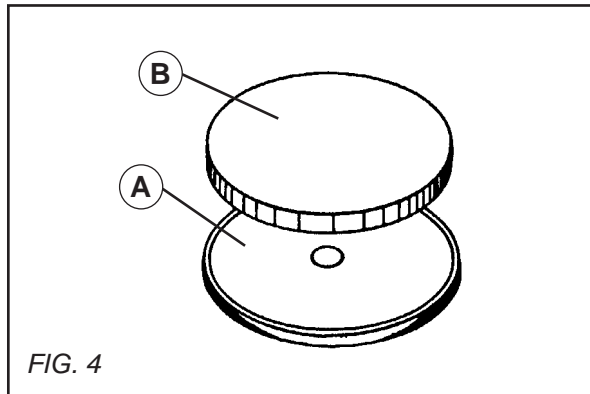

FIG. 4
• PRATO PORTA-FELTRO (VER FIG. 4):
- Limpe a parte de apoio do prato (A).
- Cubra o feltro (B) com cola “Contact”.